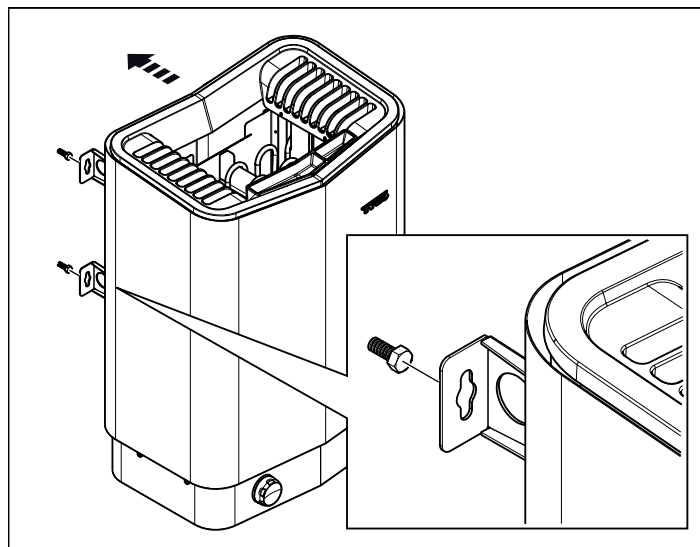

Fig 10: Fixer le poêle
8. Fixer le poêle sur les vis voir Fig 10.